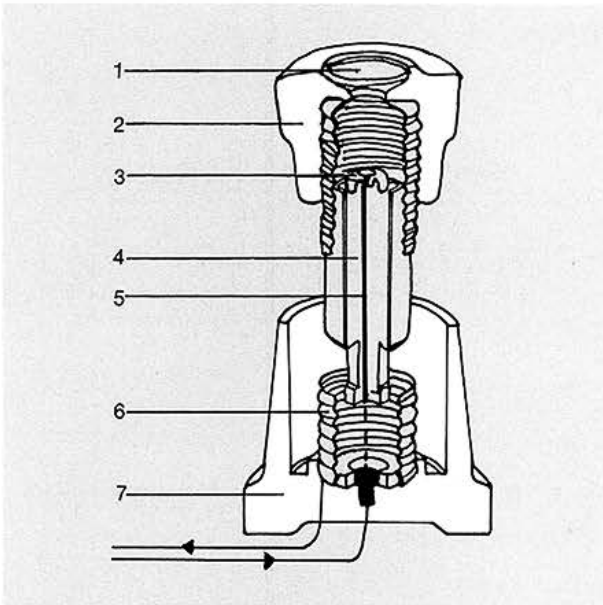

Abb. 2.4-39: Schmelzsicherung: 1 Glasscheibe, 2 Schraubkappe, 3 Kennplatte, 4 Patrone, 5 Schmelzdraht, 6 Blechgewinde, 7 Sockel
**Sicherungen** schalten selbsttätig ab, sobald der Strom höher ansteigt als für die Leitung zulässig ist. Der in der Schmelzsicherung angespannte Schmelzdraht (Abb.2.4-39) mit geringem Querschnitt schmilzt und unterbricht dadurch den Stromkreis.